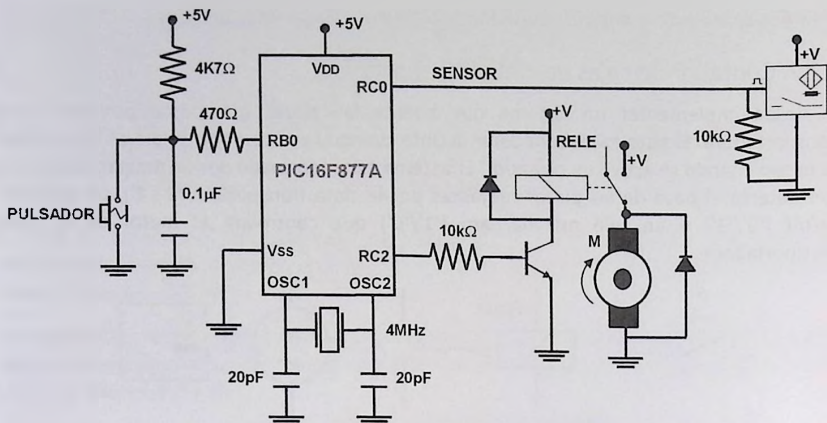

FIGURA 4.20: ESQUEMA DE CONEXIONES CON EL MICROCONTROLADOR DEL SISTEMA CONTADOR DE CAJAS EN CINTA TRANSPORTADORA DEL EJERCICIO 4.2.2.
a) Para el funcionamiento del microcontrolador es necesario conectar correctamente las entradas V_{DD} y V_{SS} a +5 V y 0 V respectivamente. Además, como el PIC16F877A no cuenta con oscilador interno, será necesario conectar el oscilador (en este caso un oscilador de cristal a 4 MHz) a las entradas OSC1 y OSC2 tal y como aparece en la figura 4.20.